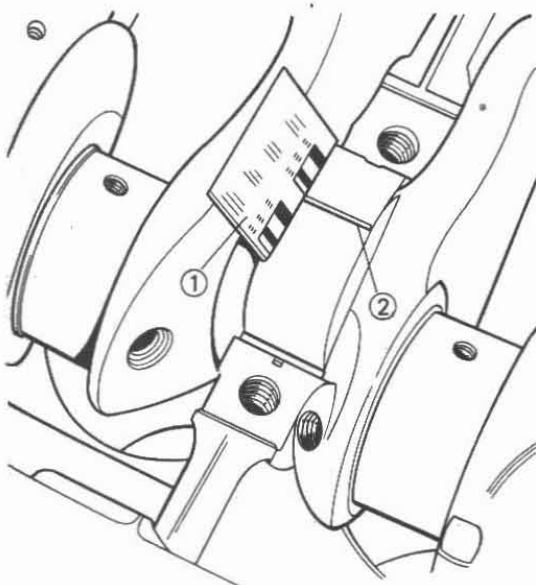

Fig. 2-37. Medición de la holgura con ayuda de la escala:
- quite las tapas y aprecie la magnitud de la holgura por la escala de empaquetado en correspondencia con el aplastado del alambre (fig. 2-37).